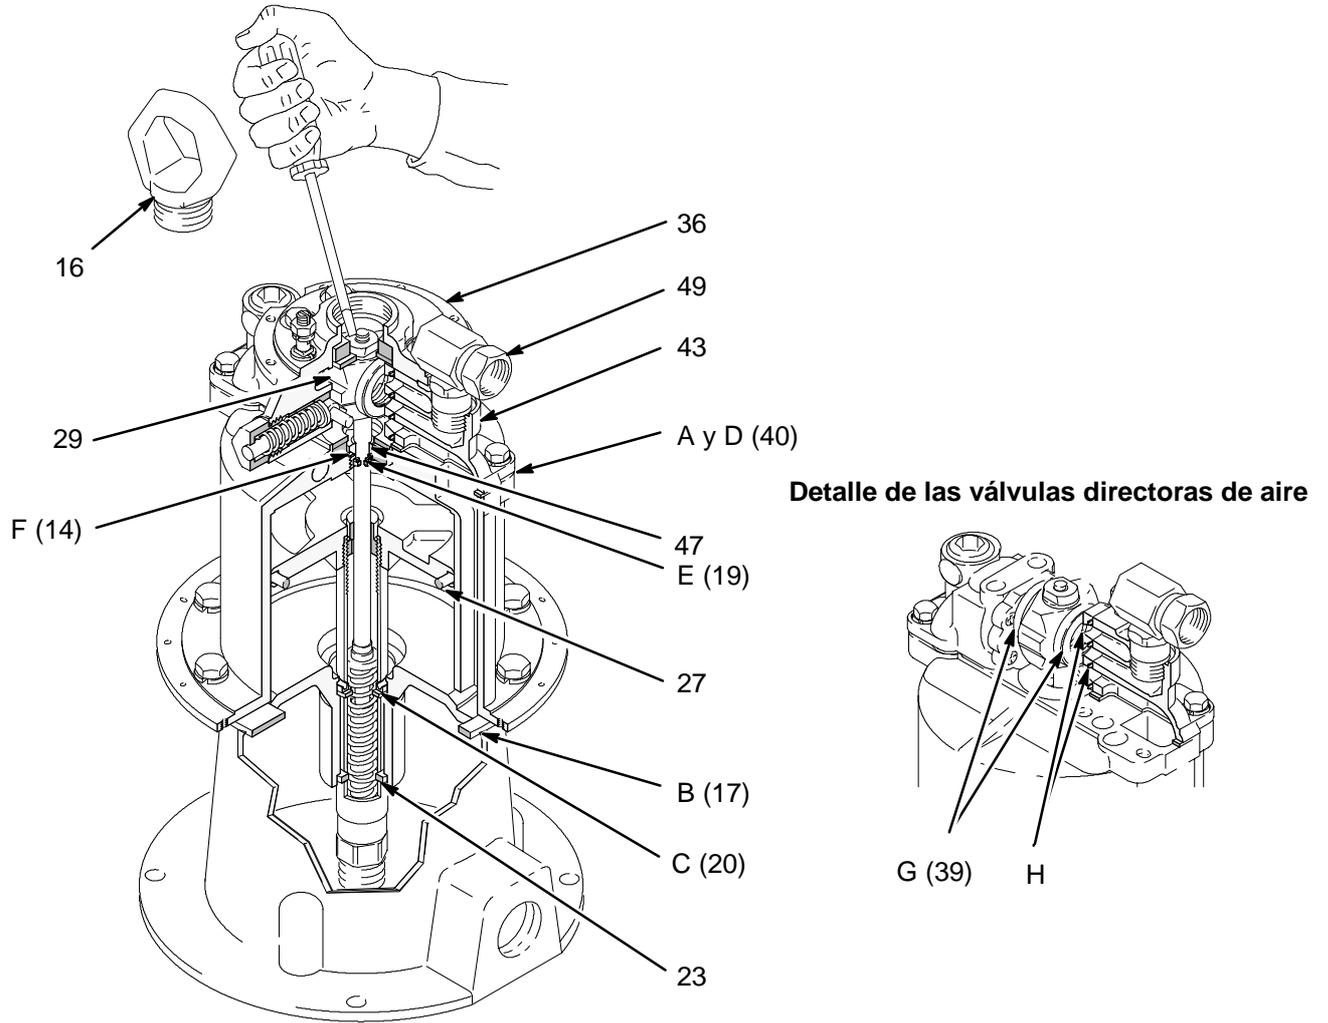

Fig. 3
Para volver a arrancar un motor calado, cierre la válvula neumática principal de purga para liberar la presión del aire atrapado. Desenrosque el anillo elevador (16) del alojamiento de retención (36) y utilice un destornillador para empujar hacia abajo el alojamiento de la válvula (29). Vea la Fig. 3.
Vea la Fig. 3. Apague el suministro de aire y desconecte la manguera. Desenrosque la unión de entrada (49) del colector de aire (43). Retire los ocho tornillos (6), el escudo (35), y el ojal (42), después vuelva a enroscar en el colector la unión de entrada. Pare la bomba en su carrera ascendente y descendente, tal como se indica en el **Cuadro de Comprobación** y ajuste el regulador de aire a 0,07-0,1 MPa (0,7-1 bar). Después utilice los métodos indicados en el **Cuadro de Comprobación** para localizar las fugas de aire.
Cuadro de comprobación (Vea la Fig. 3)